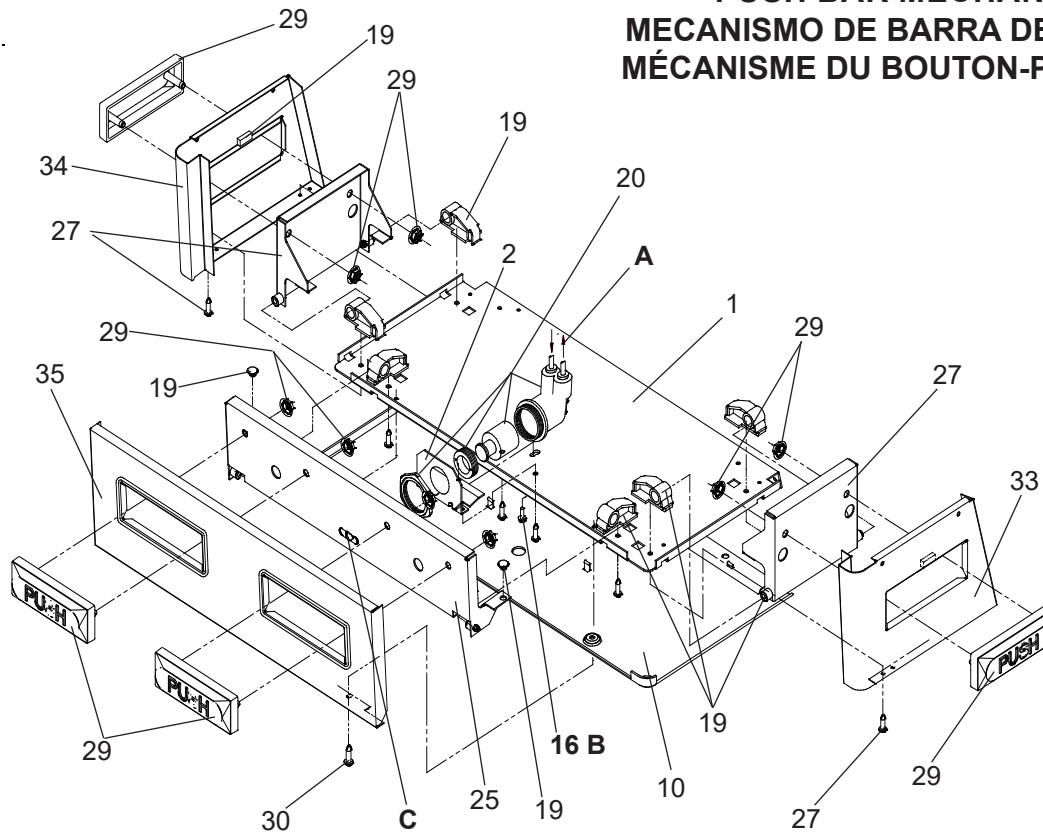

Fig. 4
- Anchor hanger securely to wall using all five (5) 7/16" dia. mounting holes.
- 4) Hang the cooler on the hanger bracket. Be certain the hanger bracket is engaged properly in the slots on the cooler back as shown in Fig. 4.
- 5) Loosen the two (2) screws holding the lower front panel at the bottom of cooler base and two (2) screws at the top. Remove the front panel and set aside.
- 8) Stream height is factory set for 45-50 PSI supply. If supply pressure varies greatly from this, adjust screw, accessible by removing front push panel (Item 35, Fig. 4). CW adjustment will raise stream and CCW adjustment will lower stream. For best adjustment, stream should hit basin approximately 6-1/2" (165mm) from bubbler.
- 9) Replace the front panel and secure by retightening four (4) screws.
- 4) Installez le refroidisseur sur les supports en vous assurant que ceux-ci sont bien installés dans les fentes à l'arrière du refroidisseur tel qu'indiqué à la figure 4.
- 5) Dégagez les deux (2) vis retenant le panneau inférieur avant au bas de la base du refroidisseur ainsi que deux (2) vis sur le dessus. Retirez le panneau avant et mettez-le de côté.
- 8) Hauteur de flux est réglé en usine pour la fourniture de 45 à 50 lb/po2. Si la pression varie beaucoup de ce point, ajustez la vis que l'on peut atteindre en retirant le panneau avant (article 35, fig. 4). Si vous ajustez dans le sens des aiguilles d'une montre, le jet augmentera et dans le sens contraire, le jet diminuera. Le meilleur ajustement est lorsque le jet frappe le bassin à environ 6-1/2" (165mm) du barboteur.
- 9) Remplacez le panneau avant et fixez le en place en resserrant les quatre (4) vis.